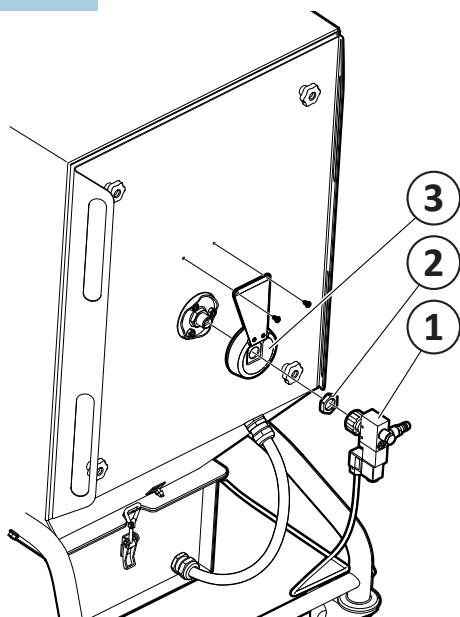
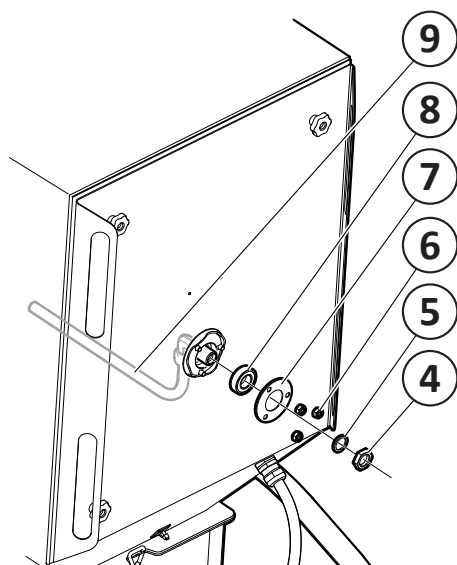

Fig. 18
Fig. 19
1. Dévissez la vanne d'air comprimé (1, **Fig. 18**).
2. Dévissez l'écrou (2).
3. Dévissez la protection contre le contact (3).
4. Dévissez l'écrou (4, **Fig. 19**) de la buse (9) et démontez la rondelle (5).
12. Remettez en place la protection contre le contact (3, **Fig. 18**), l'écrou (2) et la vanne d'air comprimé (1).